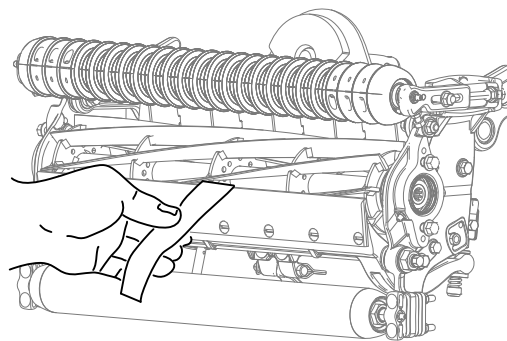

Figure 8
- B. Insérez une longue bande de papier de performance de coupe (réf. Toro 125-5610) entre le cylindre et la contre-lame, perpendiculairement à la contre-lame (**Figure 8**), puis tournez **lentement** le cylindre en avant ; il devrait couper le papier ; si ce n'est pas le cas, répétez les opérations A et B jusqu'à ce que le papier soit coupé.
13. Insérez une longue bande de papier de performance de coupe (réf. Toro 125-5610) entre le cylindre et la contre-lame, perpendiculairement à la contre-lame (Figure 8), puis tournez **lentement** le cylindre en avant ; il devrait couper le papier ; s'il ne le coupe pas, tournez chaque vis de réglage de la barre d'appui de 1 cran dans le sens horaire et répétez cette opération jusqu'à ce que le papier soit coupé.